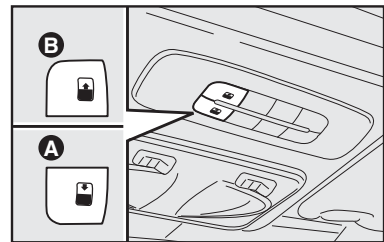

fig. 99
Acionar o botão **B-fig. 99** que permite duas modalidades de abertura do vidro móvel (dianteiro).
Acionando o botão **B-fig. 99**, de completamente fechado, o vidro dianteiro passa à posição de spoiler; um segundo acionamento leva o vidro à posição de máximo conforto (menor ruído aerodinâmico); um terceiro acionamento levará o vidro à posição de máxima abertura. Depois do acionamento inicial de abertura, o vidro poderá ser parado em posição intermediária apertando novamente o botão.
Pressionando o botão **B-fig. 99**, de completamente fechado, o vidro anterior se move e para quando o botão **B-fig. 99** é novamente pressionado. Com pressões sucessivas do botão, sempre no mesmo intervalo de tempo, o vidro se moverá até alcançar a posição de máxima abertura. Esta função permite
Da posição de abertura em que se encontra, pressionar o botão **A-fig. 99** e, mantê-lo pressionado por mais de meio segundo, o vidro anterior do teto solar se fechará automaticamente até a posição "spoiler". Pressionando novamente o botão **A-fig. 99** por mais de meio segundo, o vidro dianteiro se fecha completamente.
Assegurar-se que o vidro seja completamente fechado e, caso não ocorra o fechamento, acionar o botão **A-fig. 99** novamente.
- atuar no botão **A-fig. 99** e fechar completamente o teto solar através do procedimento manual;
- pressionar o botão **A-fig. 99** até que sejam ouvidos dois ruídos (“clac”);